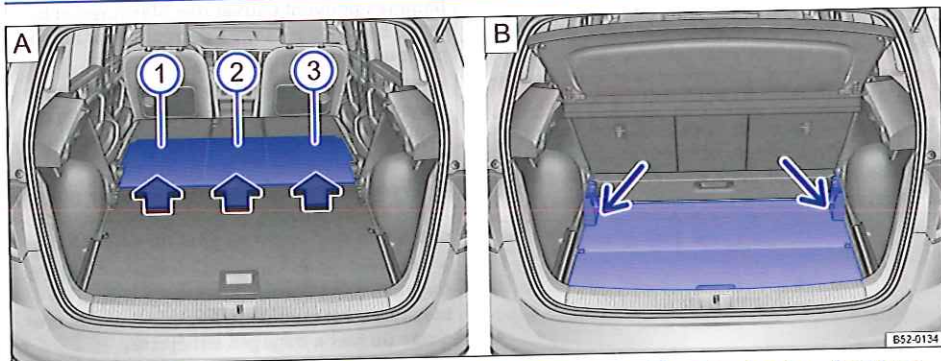

Fig. 109 Figure (A) : extension du coffre à bagages vers l'avant ; Figure (B) : extension du coffre à bagages vers le bas.
- Rabattez les caches $\Rightarrow$ fig. 109 (1), (2) et (3) vers l'avant dans le sens de la flèche.
- Poussez vers l'avant le plancher de coffre à bagages dans la zone inférieure des supports $\Rightarrow$ fig. 109 (flèches) puis poser le plancher de coffre à bagages.